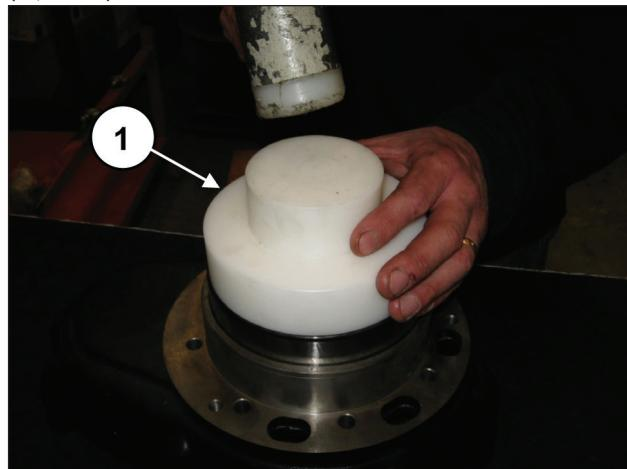
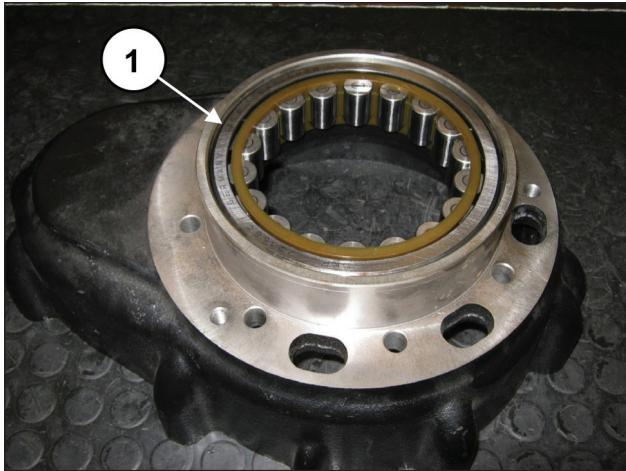

图 55
图 56
在减速齿轮箱的另一侧预装曲轴轴承外环·可使用编号为27605000 的工具(①, 图 55)·直至其完全插入到底为止(①, 图 56)。